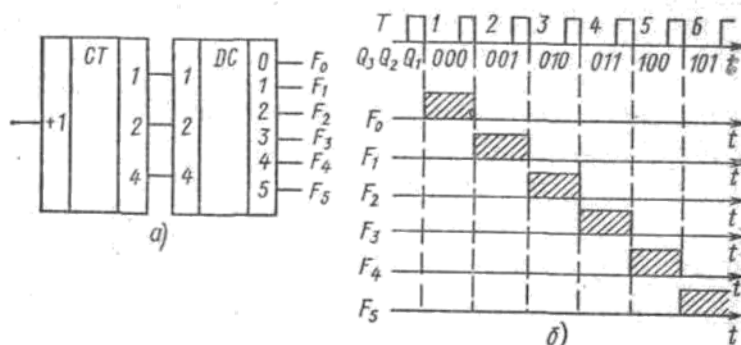

Рисунок 6.5. Шестиканальный распределитель импульсов
1. Высвечивание готовых символов. Этот способ индикации наиболее просто осуществляется в газоразрядных индикаторах, катоды которых могут быть изготовлены любой формы (буквы, цифры, слова, числа, математические обозначения, простейшие рисунки) (рис. 6.5,а). Однако общее количество таких символов не может быть большим, так как число катодов в приборе ограничено.
3. Сегментный способ (рис. 6.5, в) осуществим в любом названном типе индикаторов. Восемь независимых элементов индикатора позволяют записать любые цифры с десятичной точкой, а также изобразить знак «минус» и некоторые буквы. Такие индикаторы нашли широкое применение для передачи цифровой информации.